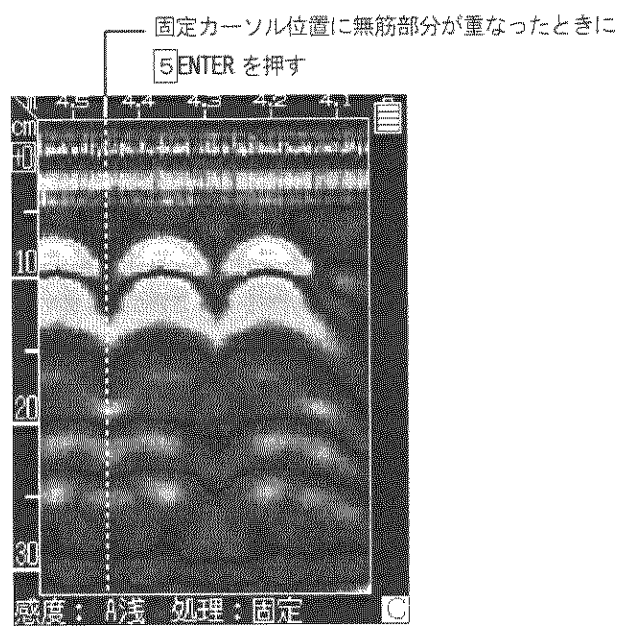

図3-15 リアルタイムマニュアル表面波処理の実施
- Bモード表示の固定カーソル位置(図 3-15 参照)は、本器の後端部を示しており、測定中の鉄筋位置判読に利用することもできます。